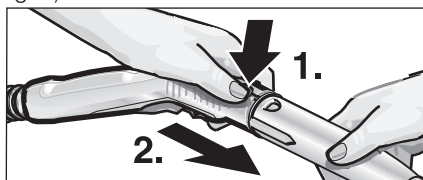

Fig. 5: Separazione degli accessori
- Per separare gli accessori premere il pulsante di sblocco (C3 o G3) e dividere le parti (si veda fig. 5).